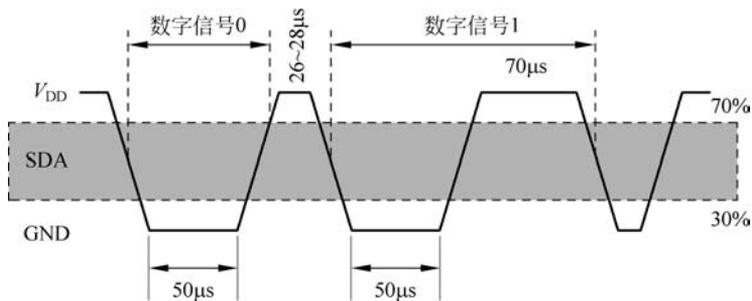

图 5-28 单总线分解时序图
(1) 传感器上电阶段。在 DHT22 上电后一般需要等待 2s 以越过传感器的不稳定状态，在此期间不建议向传感器发送任何指令。
(2) DHT22 发送响应。Arduino 控制引脚配置为输出模式，同时配置为低电平，且低电平保持时间不小于  $800\mu\text{s}$ ，典型值为 1ms。然后 Arduino 需要将控制引脚配置为输入，释放总线，DHT22 将会发送响应信号，即输出  $80\mu\text{s}$  的低电平作为应答信号，紧接着  $80\mu\text{s}$  的高电平通知外设准备接收数据。
(3) 接收数据阶段。DHT22 发送完响应后，随着由数据总线 DATA 连续输出 40 位数据，Arduino 可以通过引脚高低电平的变化来获取这 40 位数据。位数据为 0 的格式为： $50\mu\text{s}$  的低电平加  $26\sim 28\mu\text{s}$  的高电平；位数据为 1 的格式为： $50\mu\text{s}$  的低电平加  $70\mu\text{s}$  的高电平。对应格式信号如图 5-28 所示。